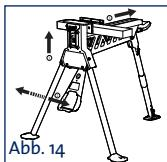

Abb. 14
3. Drücken Sie die bewegliche Klemmbauste jetzt nach hinten. Siehe Abb. 14.